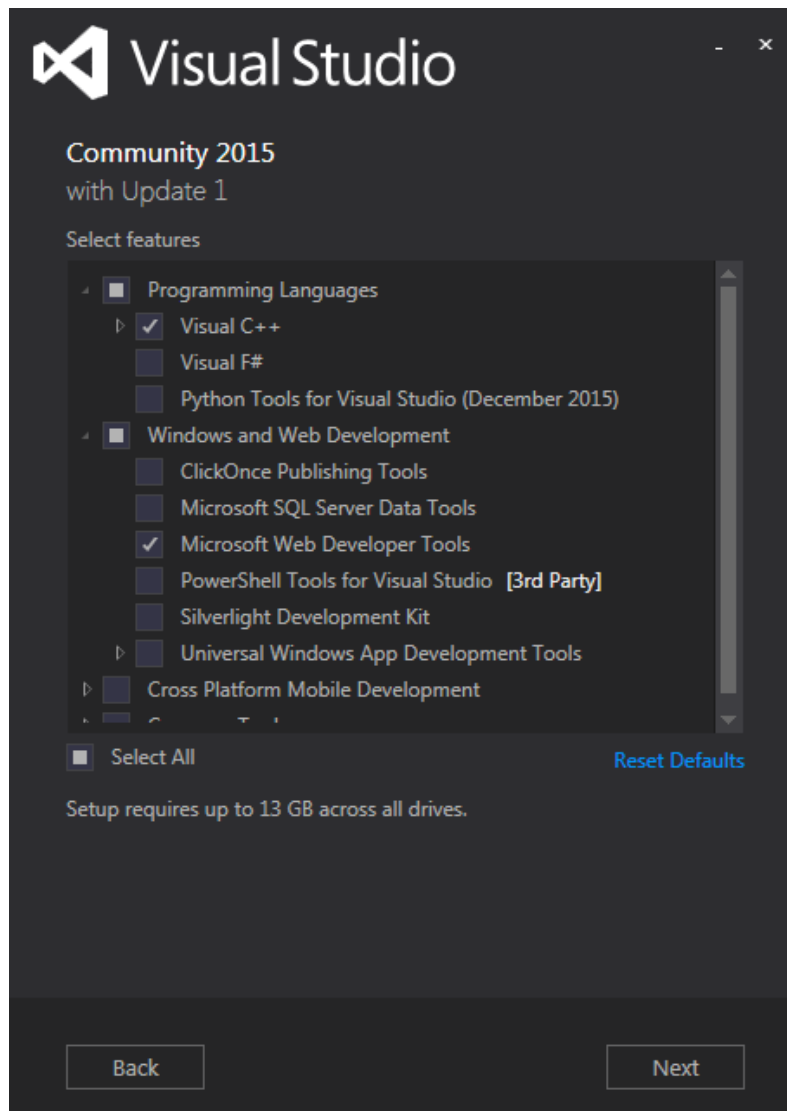

图 31. 安装 Visual Studio
1. 运行安装程序，安装 Visual Studio。在自定义 (Customization) 页面上，选择自定义 (Custom)。在选择功能 (Select Features) 页面上，确保已选中编程语言 (Programming Languages) 下的 Visual C++ 选项（如图 31 所示）。